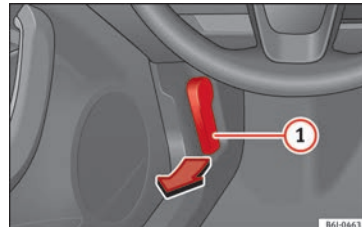

Abb. 5 Entriegelungshebel im Fahrerfußraum.
- Motorraumklappe öffnen: Ziehen Sie an dem Hebel unterhalb der Instrumententafel » Abb. 5 ①.